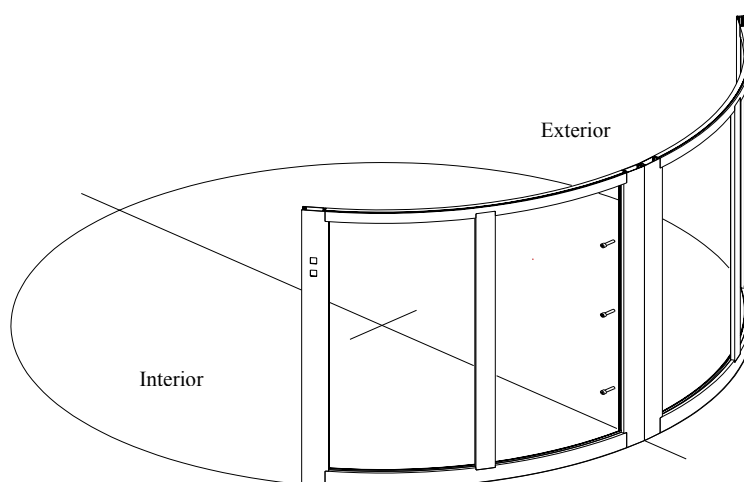

Figura 5 - 2
5.4 Repita los pasos 5.1 ~ 5.3. Instale el otro segmento de pared lateral (Figura 5 - 3). Tome y ajuste la medida de abertura L de la pared lateral.